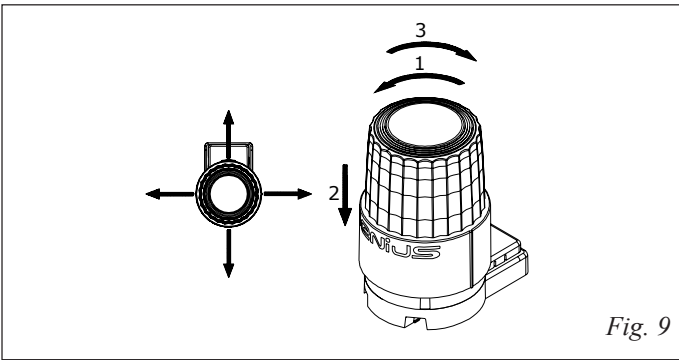

Fig. 9
- a- la calotta può essere orientata con il logo "GENIUS" in quattro posizioni differenti, ogni 90° (Fig. 9).